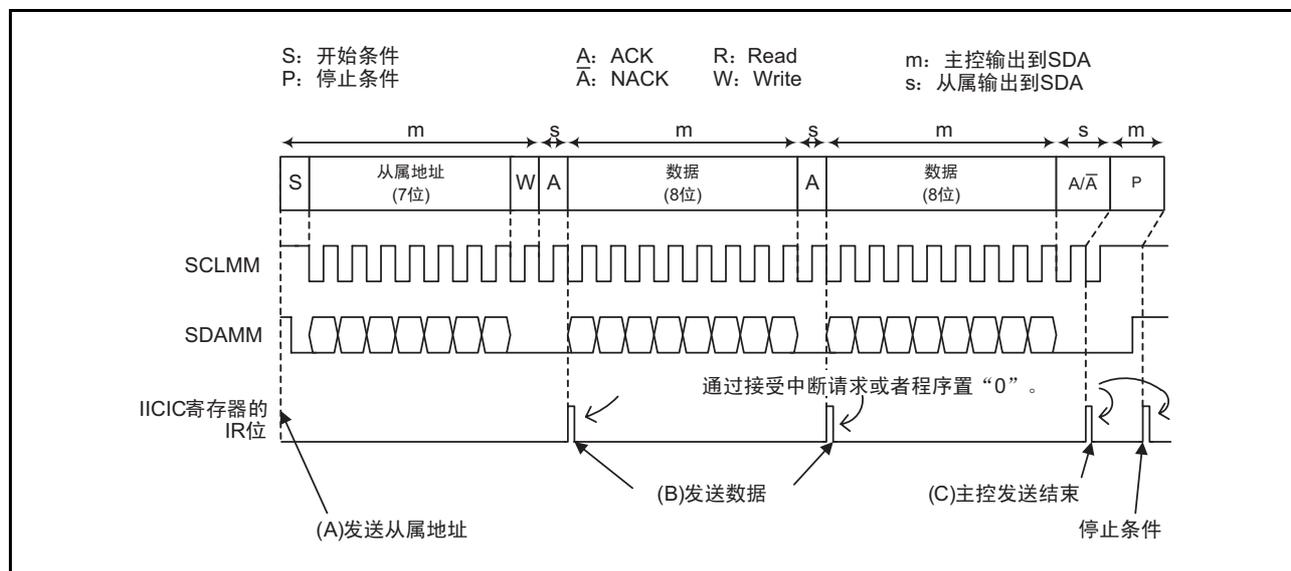

图 25.17 主控发送的运行例子
以下说明主控发送的步骤和运行。主控发送的运行例子如图 25.17 所示，假设已经进行“25.3.10.1 初始设定”，并且图中的 (A) ~ (C) 表示分别执行以下程序的步骤。